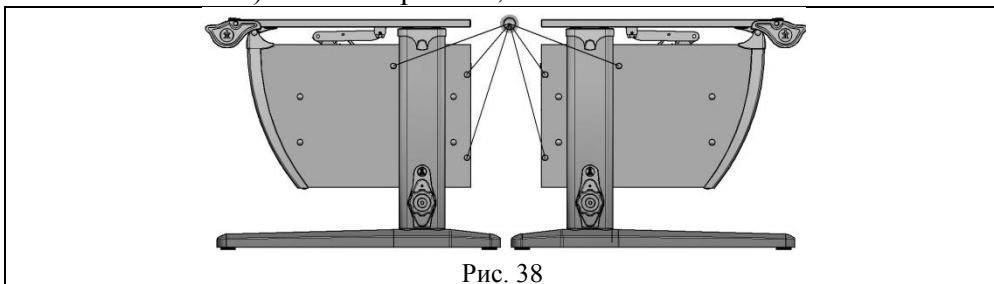

Рис. 38
4.7.1. Установить заглушки конфирмата (поз. 5, пакет № 29; поз.3, пакет №31) согласно рис. 38; 39.